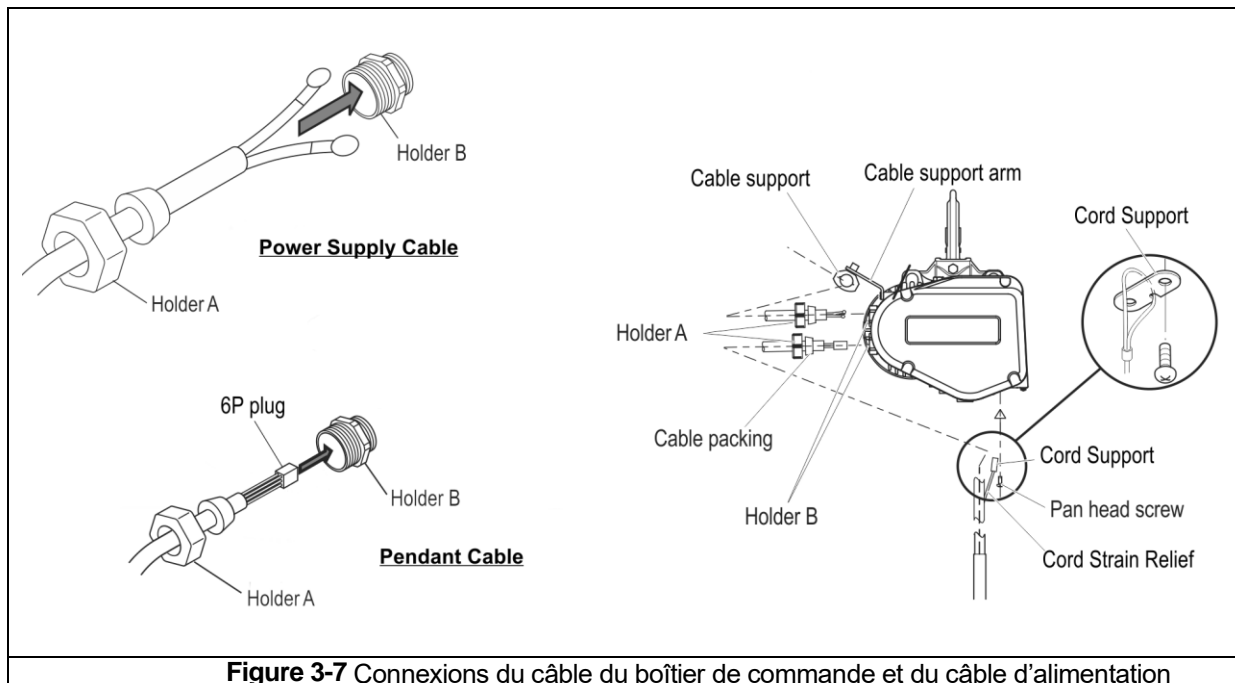

Figure 3-7 Connexions du câble du boîtier de commande et du câble d'alimentation
- Reportez-vous à la **figure 3-7**.
- Insérez le câble du boîtier de commande (comme illustré à la **figure 3-7** avec le support A et la gaine du câble) dans le support B qui est installé dans le corps du palan.
- Voir la **figure 3-7**.
- Insérez le câble d'alimentation (comme illustré à la **figure 3-7** avec le support A et la gaine du câble) dans le support B, qui est installé dans le corps du palan.
- Pour un chariot manuel, le fil guide doit être positionné légèrement à l'extérieur du support de câble du palan, comme illustré à la **figure 3-7**.